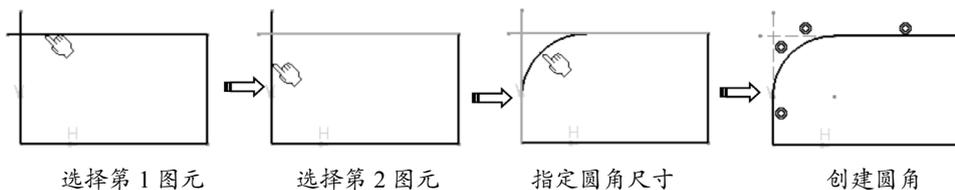

图 5-9
- 构造线未修剪 ：单击此按钮，创建圆角后，所选图元变为构造线，但不修剪构造线，如图 5-9 所示。